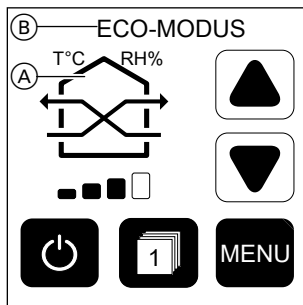
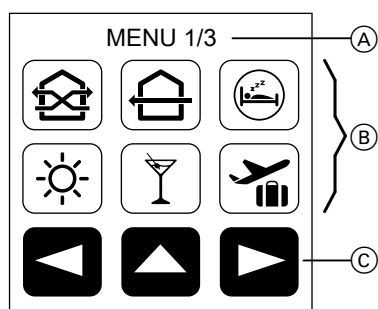

Abb. 2
Abb. 3
„ECO-Modus“ ■ Sie schalten den Lüftungsbetrieb mit Wärmerückgewinnung ein. Die Lüftungsgeräte der gewählten Lüftungsgruppe wechseln in einem Intervall abwechselnd die Luftförderrichtung. Das Intervall beträgt 50 bis 70 Sekunden, abhängig von der gewählten Lüftungsstufe. ■ Sie stellen die Lüftungsstufe manuell ein: Siehe Seite 9. ■ In der Grundanzeige (Abb. 2) wird das nebenstehende Symbol angezeigt. ■ Falls Sie den „ECO-Modus“ beenden möchten, schalten Sie im Menü (Abb. 3) einen anderen Betriebsmodus ein.
„Durchlüften-Modus“ ■ Sie schalten den „Durchlüften-Modus“ ein. Um eine schnelle Durchlüftung der Wohneinheit zu gewährleisten, ist die Wärmerückgewinnung ausgeschaltet. Von jedem Lüftungsgeräte-Paar läuft ein Lüftungsgerät permanent im Abluftbetrieb, das andere im Zuluftbetrieb. ■ Sie stellen die Lüftungsstufe manuell ein: Siehe Seite 9. ■ In der Grundanzeige (Abb. 2) wird das nebenstehende Symbol angezeigt. ■ Um die Luftförderrichtungen zu ändern, drücken Sie in der Grundanzeige auf das angezeigte Symbol. ■ Falls Sie den „Durchlüften-Modus“ beenden möchten, schalten Sie im Menü (Abb. 3) einen anderen Betriebsmodus ein.
„Schlaf-Modus“ - Sie schalten den „Schlaf-Modus“ ein. Alle Lüftungsgeräte der gewählten Lüftungsgruppe werden für eine voreingestellte Dauer ausgeschaltet. Nach Ablauf dieser Ausschaltdauer wird der Lüftungsbetrieb mit dem zuletzt eingestellten Betriebsmodus und der zuletzt eingestellten Lüftungsstufe fortgesetzt. - In der Grundanzeige (Abb. 2) wird das nebenstehende Symbol angezeigt. - Um die Ausschaltdauer zu ändern, drücken Sie in der Grundanzeige auf das angezeigte Symbol. - Falls Sie den „Schlaf-Modus“ vorzeitig beenden möchten, schalten Sie im Menü (Abb. 3) einen anderen Betriebsmodus ein.
„Sommer-Modus“ - Sie schalten den „Sommer-Modus“ ein. Um Ihre Räume nachts mit der Außenluft zu kühlen, ist zwischen 21:00 Uhr und 7:00 Uhr automatisch der „Durchlüften-Modus“ eingeschaltet. Die Wärmerückgewinnung ist ausgeschaltet. Zwischen 7:00 Uhr und 21:00 Uhr ist automatisch der „ECO-Modus“ eingeschaltet. Die Wärmerückgewinnung ist eingeschaltet. Diese Zeiten können Sie anpassen: Siehe Seite 13. - Sie stellen die Lüftungsstufe manuell ein: Siehe Seite 9. - In der Grundanzeige (Abb. 2) wird das nebenstehende Symbol angezeigt. - Falls Sie den „Sommer-Modus“ beenden möchten, schalten Sie im Menü (Abb. 3) einen anderen Betriebsmodus ein.
„Party-Modus“ - Falls sich viele Personen in Ihren Räumen aufhalten, schalten Sie den „Party-Modus“ ein. Der „Durchlüften-Modus“ wird eingeschaltet und Lüftungsstufe 4 wird eingestellt. Die Wärmerückgewinnung ist ausgeschaltet. - In der Grundanzeige (Abb. 2) wird das nebenstehende Symbol angezeigt. - Falls Sie den „Party-Modus“ beenden möchten, schalten Sie im Menü (Abb. 3) einen anderen Betriebsmodus ein.
„Stosslüften-Modus“ - Falls sich viele Personen in Ihren Räumen aufhalten, schalten Sie den „Stosslüften-Modus“ ein. Für alle Lüftungsgeräte der gewählten Lüftungsgruppe wird für mindestens 15 Minuten Lüftungsstufe 4 eingestellt. Nach Ablauf dieser Dauer wird der Lüftungsbetrieb mit dem zuletzt eingestellten Betriebsmodus fortgesetzt. Die Wärmerückgewinnung ist eingeschaltet. - In der Grundanzeige (Abb. 2) wird das nebenstehende Symbol angezeigt. - Um die Dauer zu ändern, drücken Sie in der Grundanzeige auf das angezeigte Symbol: Siehe Pos. ① in Abb. 2 auf Seite 9. - Falls Sie den „Stosslüften-Modus“ vorzeitig beenden möchten, schalten Sie im Menü (Abb. 3) einen anderen Betriebsmodus ein.
„Automatik-Modus“ - Sie schalten den „Automatik-Modus“ ein. Für alle Lüftungsgeräte der gewählten Lüftungsgruppe werden der Betriebsmodus und die Lüftungsstufe automatisch eingestellt. Ziel hierbei ist es, die von Ihnen voreingestellten Werte für Raumtemperatur und die Raumlufffeuchte zu erreichen: Siehe Seite 16. - In der Grundanzeige (Abb. 2) wird entweder das Symbol für „ECO-Modus“ oder für „Durchlüften-Modus“ angezeigt. Zusätzlich sind die Messwerte für die Raumlufffeuchte und die Raumtemperatur sichtbar: Siehe „T°C“ und „RH%“ in Abb. 2. - Falls Sie den „Automatik-Modus“ beenden möchten, schalten Sie im Menü (Abb. 3) einen anderen Betriebsmodus ein. Hinweis - Dieser Betriebsmodus ist nur verfügbar, falls Ihr Fachbetrieb einen Feuchte-/Temperatursensor (Zubehör) in mindestens eines der angeschlossenen Lüftungsgeräte eingebaut hat. - Nach dem Einschalten des „Automatik-Modus“ benötigt das Bedienteil einige Zeit, um den Lüftungsbetrieb zu starten. In dieser Zeit werden die Sensoren abgefragt.
„Zeit-Modus“ - Sie schalten Wohnungslüftung gemäß dem eingestellten Zeitprogramm ein. - Zeitprogramm einstellen: Siehe Seite 14. - In der Grundanzeige (Abb. 2) wird das Symbol angezeigt, das zum aktuellen Betriebsmodus gehört, zusätzlich ☰. - Falls Sie den „Zeit-Modus“ beenden möchten, schalten Sie im Menü (Abb. 3) einen anderen Betriebsmodus ein oder wählen Sie eine andere Lüftungsstufe.
„Urlaubs-Modus“ - Um Ihre Räume während Ihrer Abwesenheit optimal zu lüften, schalten Sie den Urlaubs-Modus ein. Für alle Lüftungsgeräte der gewählten Lüftungsgruppe ist Lüftungsstufe 1 eingestellt. Die Wärmerückgewinnung ist eingeschaltet. - In der Grundanzeige (Abb. 2) wird das nebenstehende Symbol angezeigt. - Falls Sie den „Urlaubs-Modus“ beenden möchten, schalten Sie im Menü (Abb. 3) einen anderen Betriebsmodus ein.